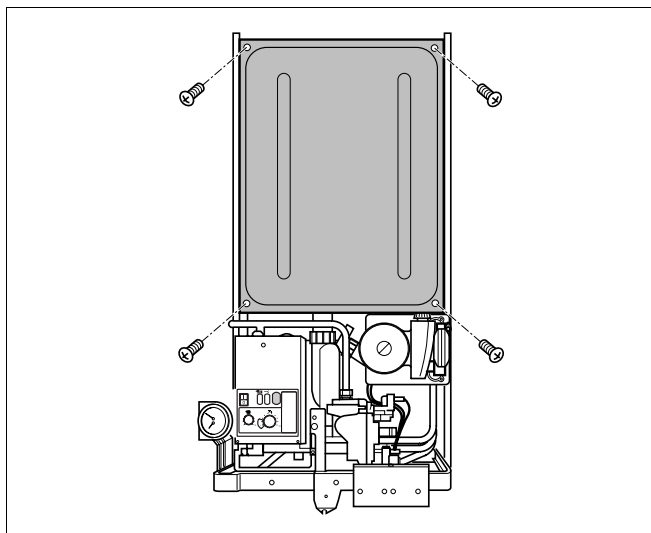

Fig. 26 Enlever le capot
- Retirer le capot de la chambre de combustion (fig. 26).